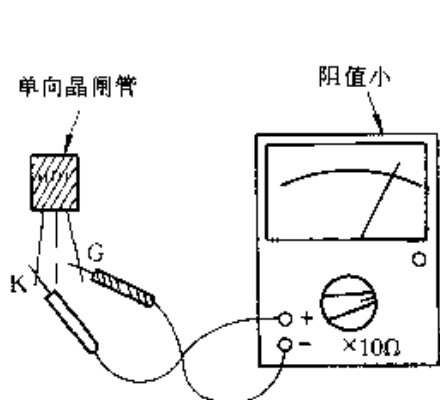

图 2-271
① 检测单向晶闸管：将万用表置于“ $R \times 10\Omega$ ”挡，黑表笔（表内电池正极）接控制极 G，红表笔接阴极 K，如图 2-271 所示，这时测量的是 PN 结的正向电阻，应有较小的阻值。对调两